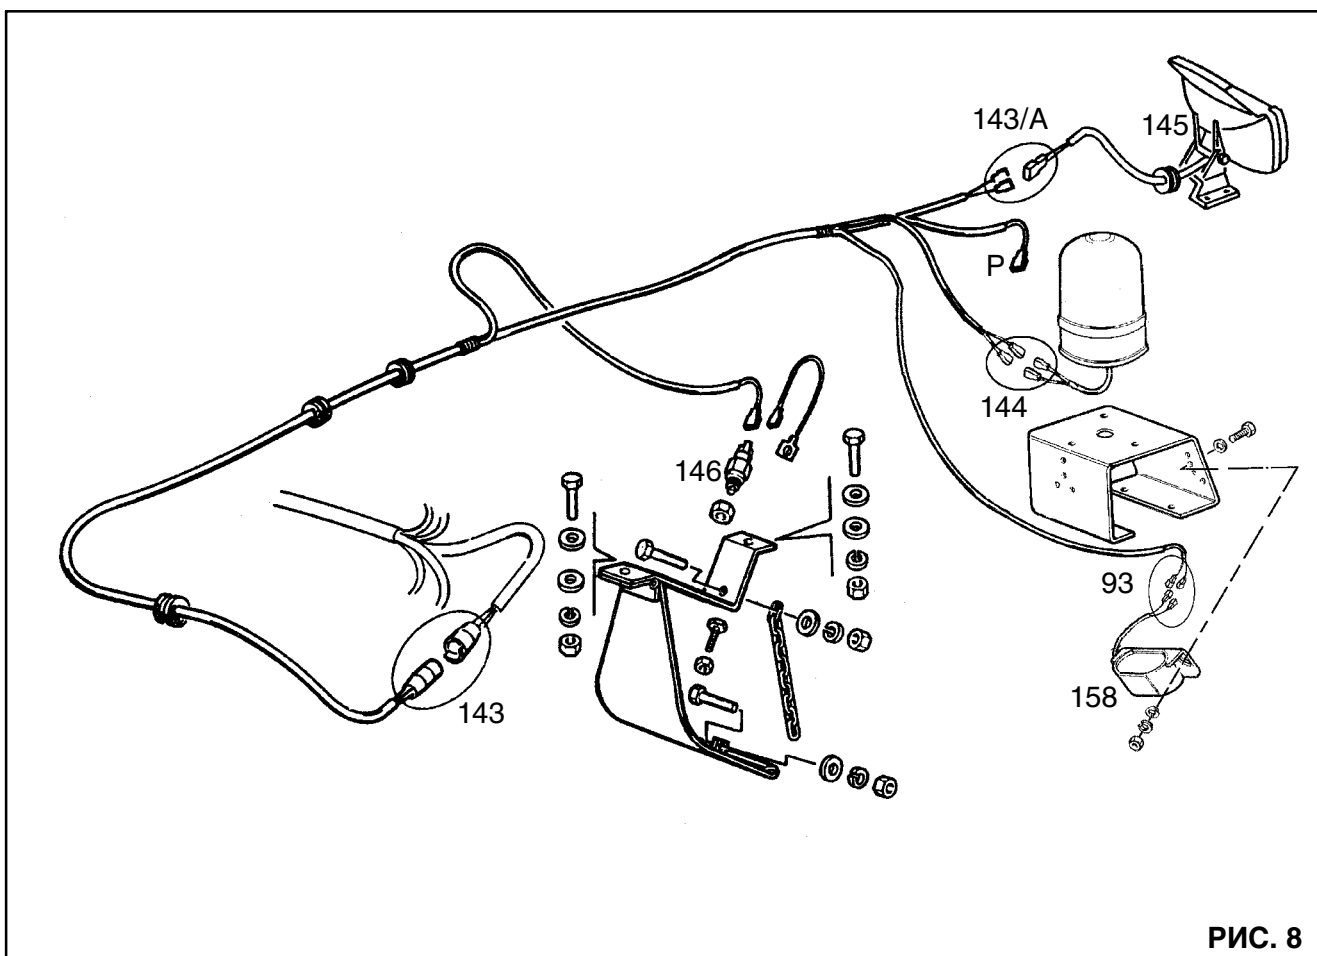

РИС. 8
ДОПОЛНИТЕЛЬНЫЙ КАБЕЛЬ КОЖУХА КЛАВИШНОГО СОЛОМОТРЯСА - Рис. 8
- 148. Вспомогательный микровыключатель аварийной сигнализации перегрузки клавишного соломотряса на комбайнах с соломорезкой присоединен к розетке (P) дополнительного кабеля кожуха клавишного соломотряса (Рис. 8)
- P Розетка для подключения вспомогательного микровыключателя клавишного соломотряса при перегрузке (148) к соломорезке